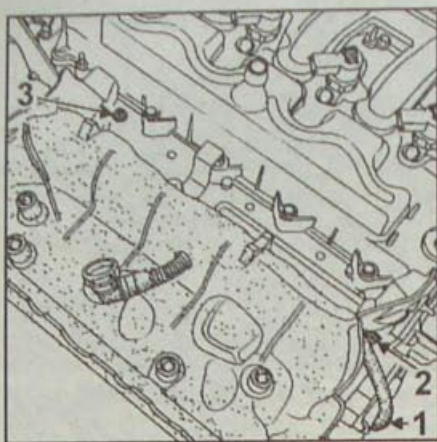

Рис. 4.64. Расположение трубки (1) возврата дизельного топлива и болтов крепления боковой перегородки (2) и нижнего защитного элемента из листового металла (3)
- Отсоедините трубку возврата дизельного топлива (1, рис. 4.64).
- Выверните болт (2) крепления боковой перегородки.
- Выверните болт (3) крепления нижнего защитного элемента из листового металла.